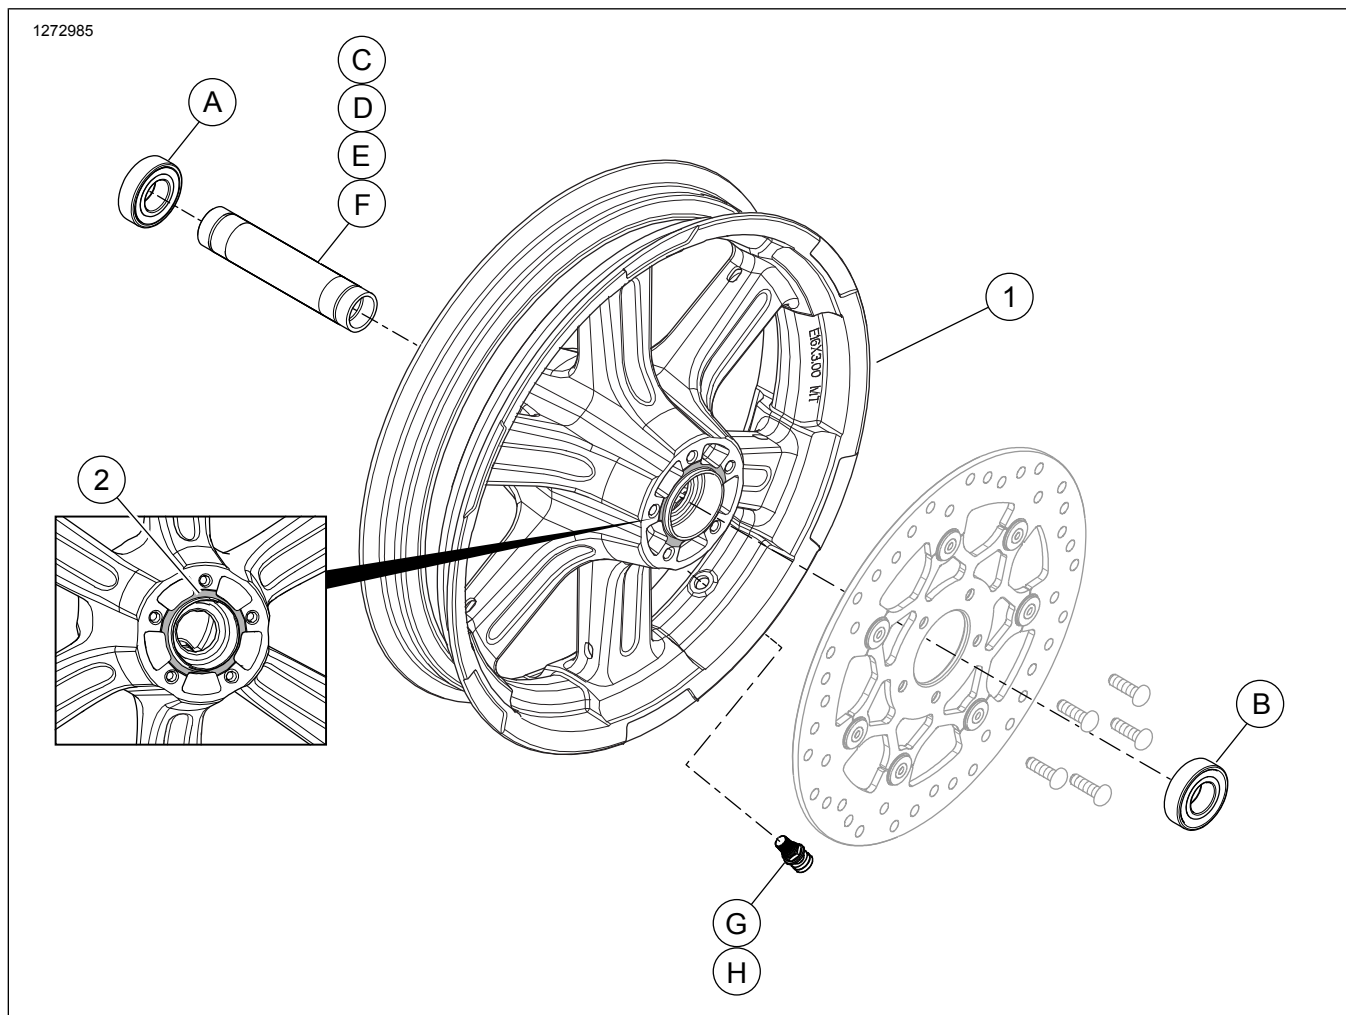

Figura 2. Componente de service: Kit pentru roata din față
Acest kit include numai o roată particularizată. Consultați Figura 2 și Tabelul 3 pentru conținutul kitului.
2. Consultați Figura 2 . Montați pe roată ansamblul tijei supapei. Consultați manualul de service.